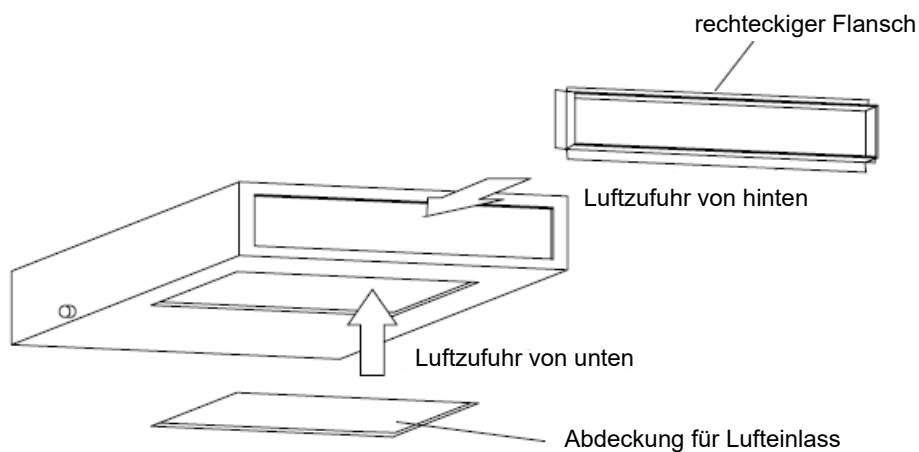

Abb. 11
1. Der rechteckige Flansch am Lufteinlass wird standardmäßig an der Rückseite des Gerätes installiert, der untere Lufteinlass ist abgedeckt (siehe Abb. 11).